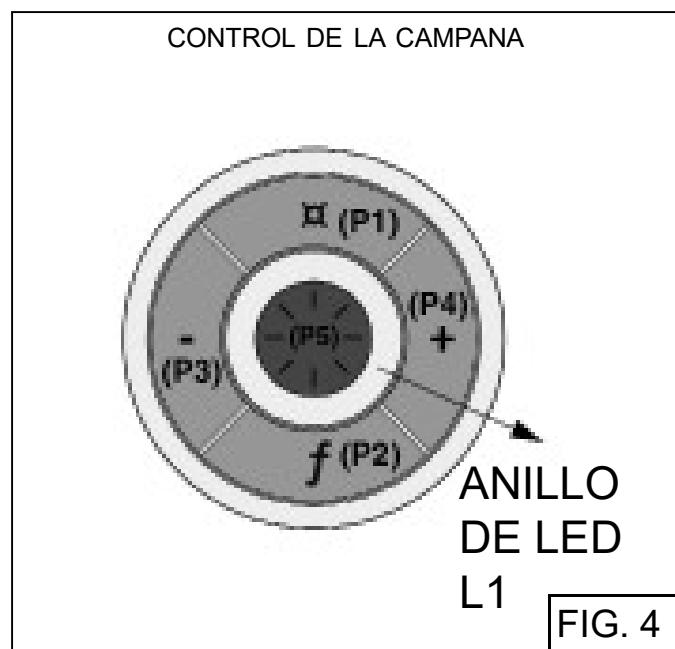

FIG. 4
3. Within 3 seconds - press f (P2) on the hood control (Fig. 4). The LED ring will light up for approximately 10 seconds to confirm that the linking process was successful.
3. ~~Dans les 3 secondes, appuyez sur P2 sur le panneau de commande de la hotte (Fig.4).~~
3. En 3 segundos presione P5 en el control de la campana (Fig.4) El BEEP confirma que el proceso de vinculación se ha realizado correctamente.